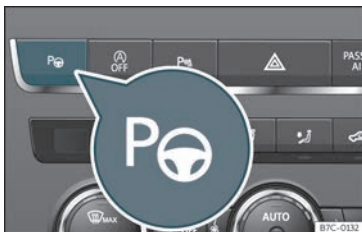

Fig. 177 Na parte superior da consola central: botão para ligar o sistema de estacionamento assistido.
Os componentes do sistema de estacionamento assistido são os sensores de ultrassons situados nos para-choques dianteiro e traseiro, o botão **P** » **Fig. 177** para ligar e desligar o sistema e as indicações no ecrã do painel de instrumentos.
Após ativar o sistema de estacionamento assistido e após a deteção de um lugar de estacionamento, no ecrã do painel de instrumentos propõe-se um modo de estacionamento. O sistema de estacionamento assistido seleciona o modo de estacionamento automaticamente. O modo selecionado aparece no ecrã do painel de instrumentos »» Fig. 178. Também se mostra a visualização reduzida de outros modos de estacionamento possíveis »» Fig. 179. Se o modo selecionado pelo sistema não corresponder com o modo pretendido, pode seleccionar-se outro modo pressionando novamente o botão  »» Fig. 177.
• Pressione o botão **P** » **Fig. 177**. Quando o sistema está ligado, acende-se uma luz de controlo no botão **P**.